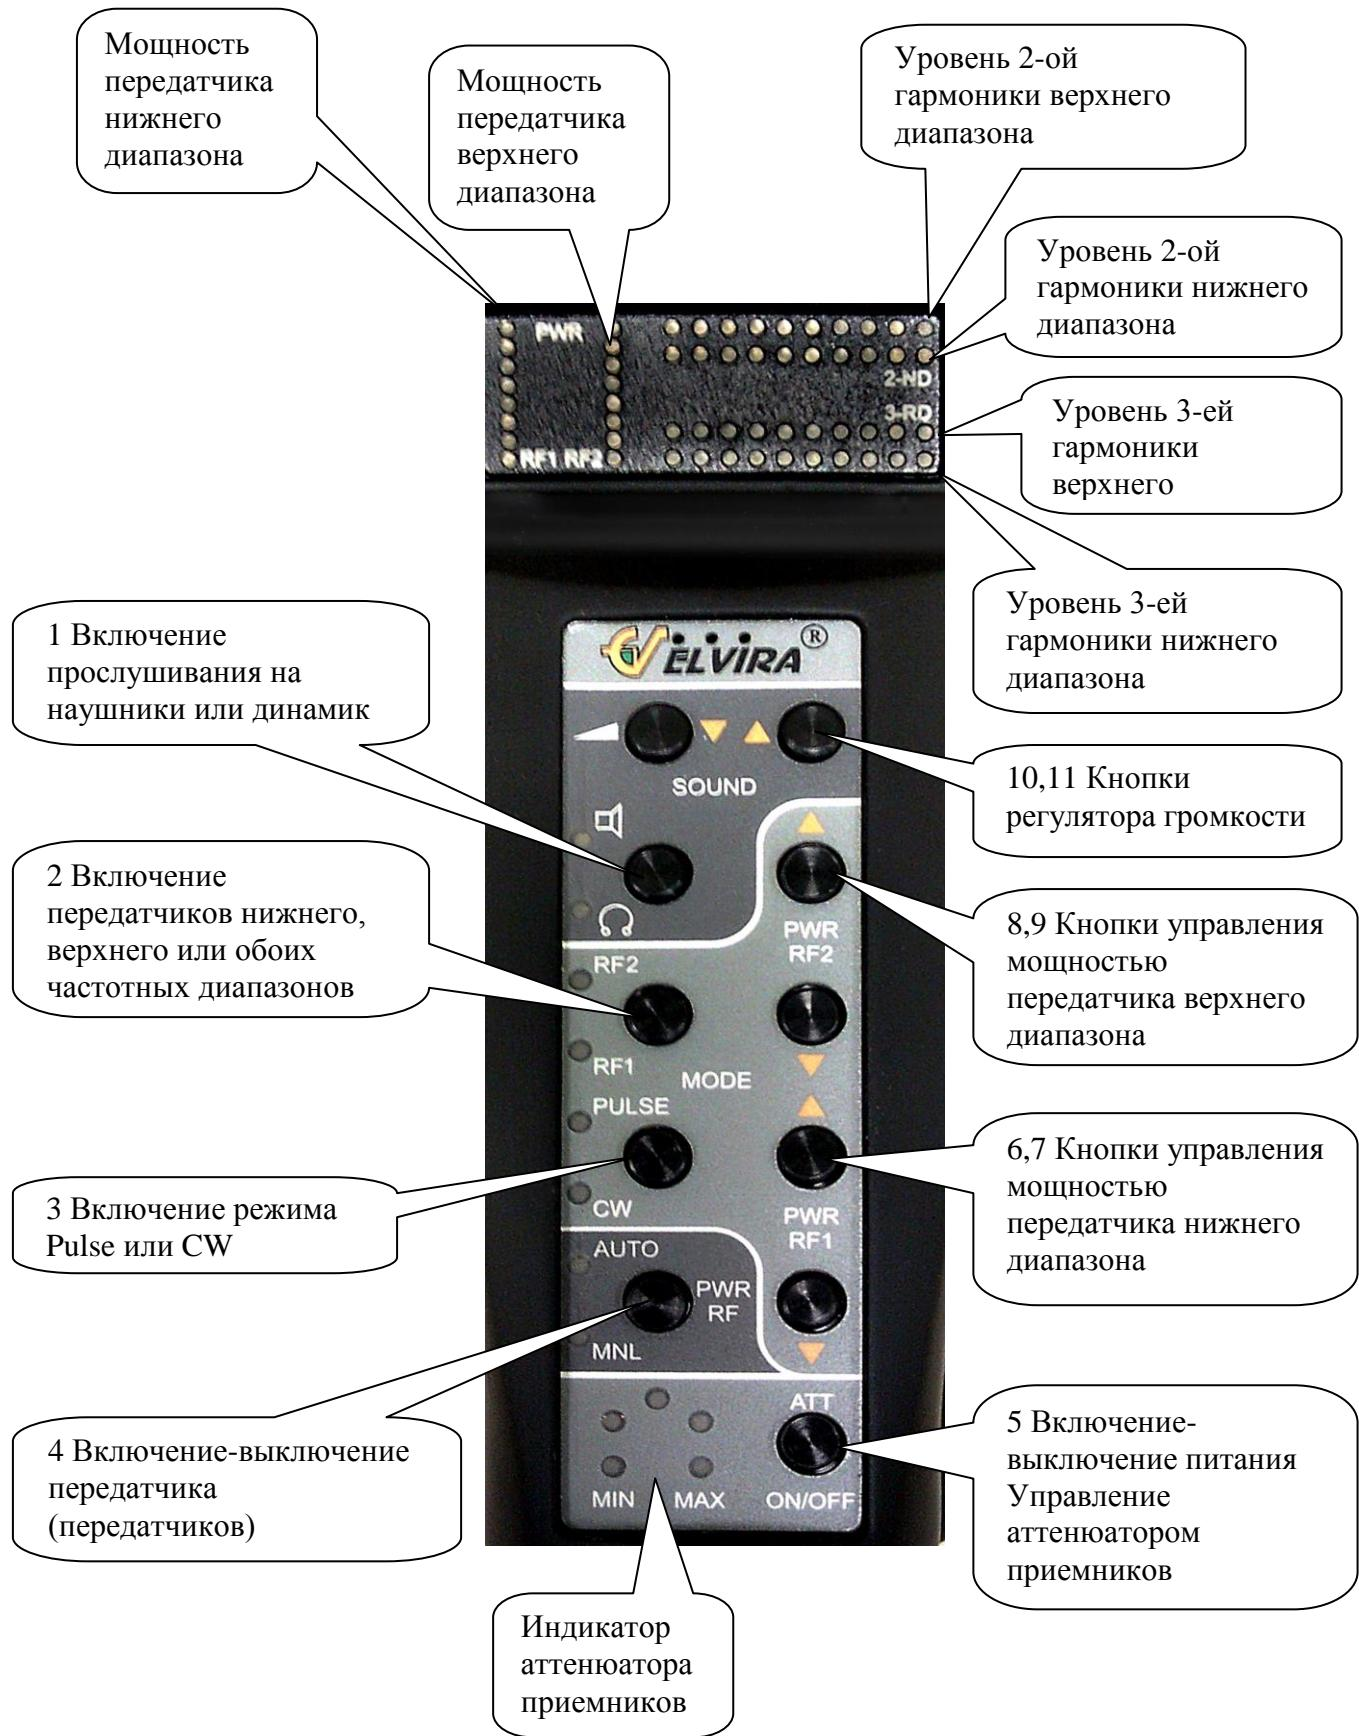

Рис. 3
4.2. Пульт управления предназначен для управления работой обнаружителя. Пульт расположен на ручке, в которую вставлен аккумулятор. В корпусе расположена плата управления, кнопки управления режимами работы и светодиоды индикации рабочих режимов. Пульт управления и назначение его кнопок показаны на рис. 3.
6.2. Включить обнаружитель кнопкой 5 (рис.3) на пульте управления. При этом на пульте управления засветятся четыре светодиода: RF1, RF2, PULSE и светодиод с динамиком. На каждой шкале индикатора уровня
6.4. Перед включением передатчиков зондирующих сигналов RF1 и RF2 пользователь может выбрать один из следующих режимов работы: оба передатчика будут включены или один из них. Для этого следует нажимать последовательно на кнопку 2 (рис. 3). При каждом нажатии загорается светодиод RF1, RF2 или оба. Оператор может регулировать мощность зондирующих сигналов RF1 и RF2, нажимая на соответствующие кнопки ▲▼(больше, меньше) (кнопки 8, 9 и 6, 7 (рис.3)). При этом гаснет индикатор AUTO и зажигается MNL. В помещениях, где расположено большое количество электронных приборов, рекомендуется работать с пониженной мощностью зондирующего сигнала.
6.7. При необходимости прослушивания сигнала отклика на наушники, следует нажать на пульте управления кнопку 1 (рис.3) и включить приемное устройство ПРМ (п 4.4).